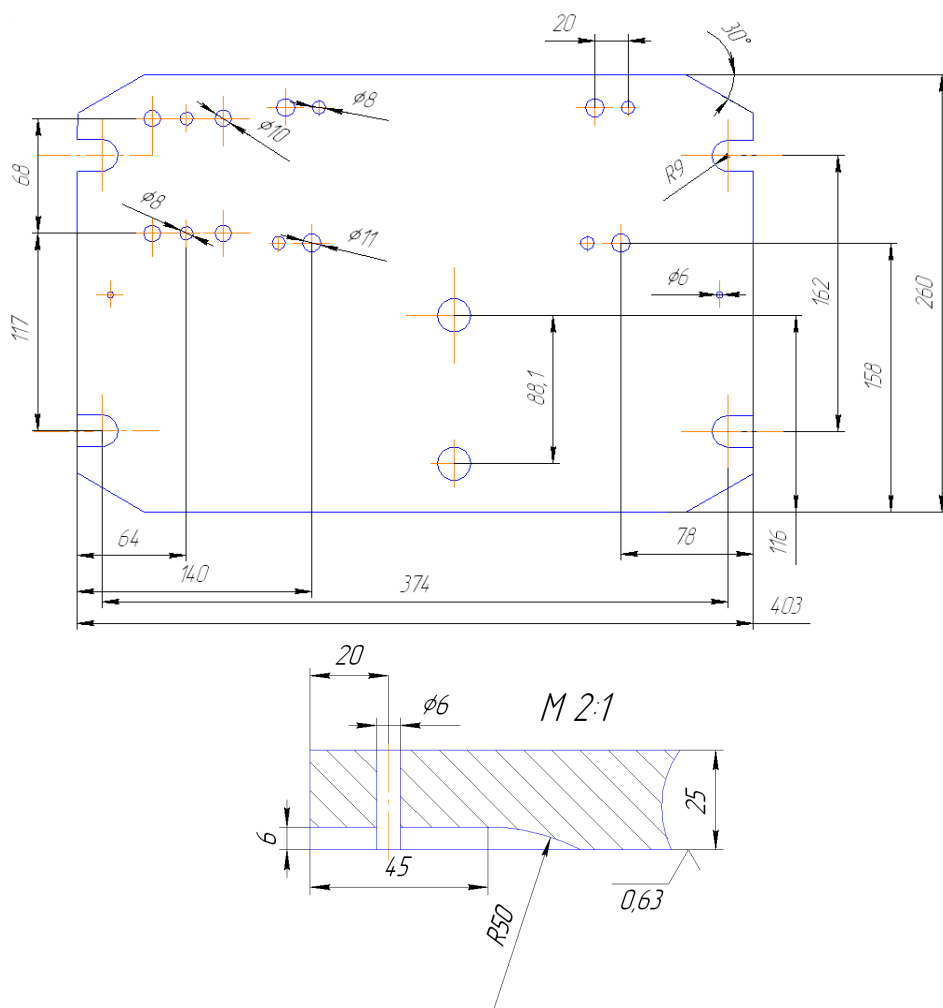

Рис.38 – Приклад креслення нестандартної плити для пристрою
6. *Створення плити пристрою для фрезерування шпонкового пазу на валу за рис.38.* Заповнити штамп і зберегти файл.